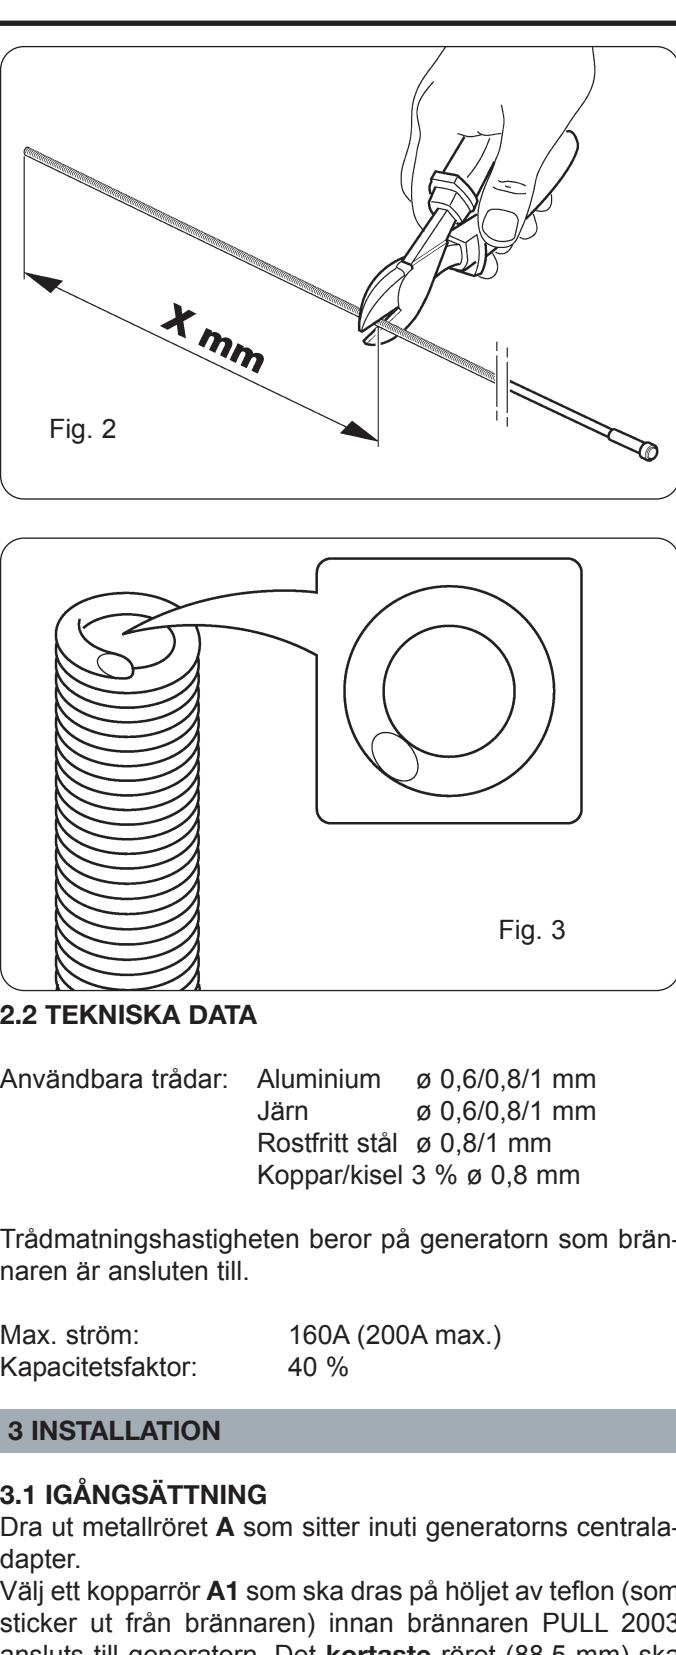

Fig. 1
- Höljet är längre än brännaren och sticker ut **X mm** (se fig. 1).
- Mät den utstickande delen noga (se fig. 1).